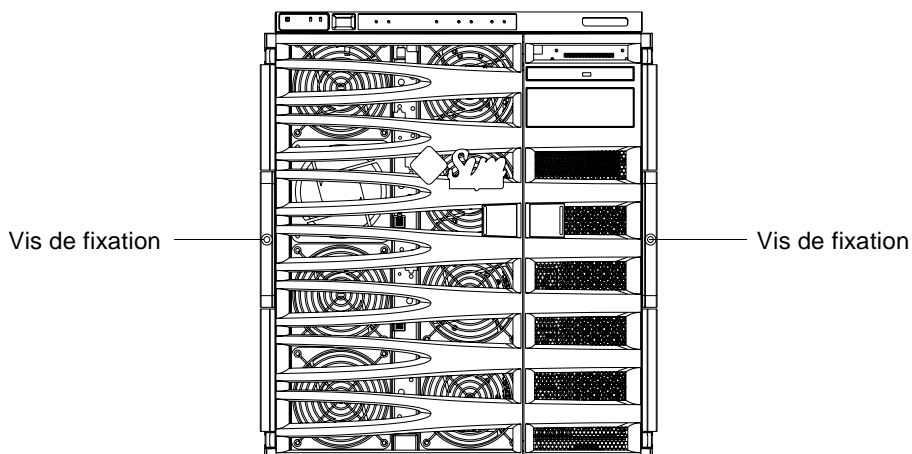

FIGURE 1-12 Serrage des vis de fixation
12. Serrez les deux vis de fixation à l'avant du système pour maintenir le système en place dans l'armoie (FIGURE 1-12).